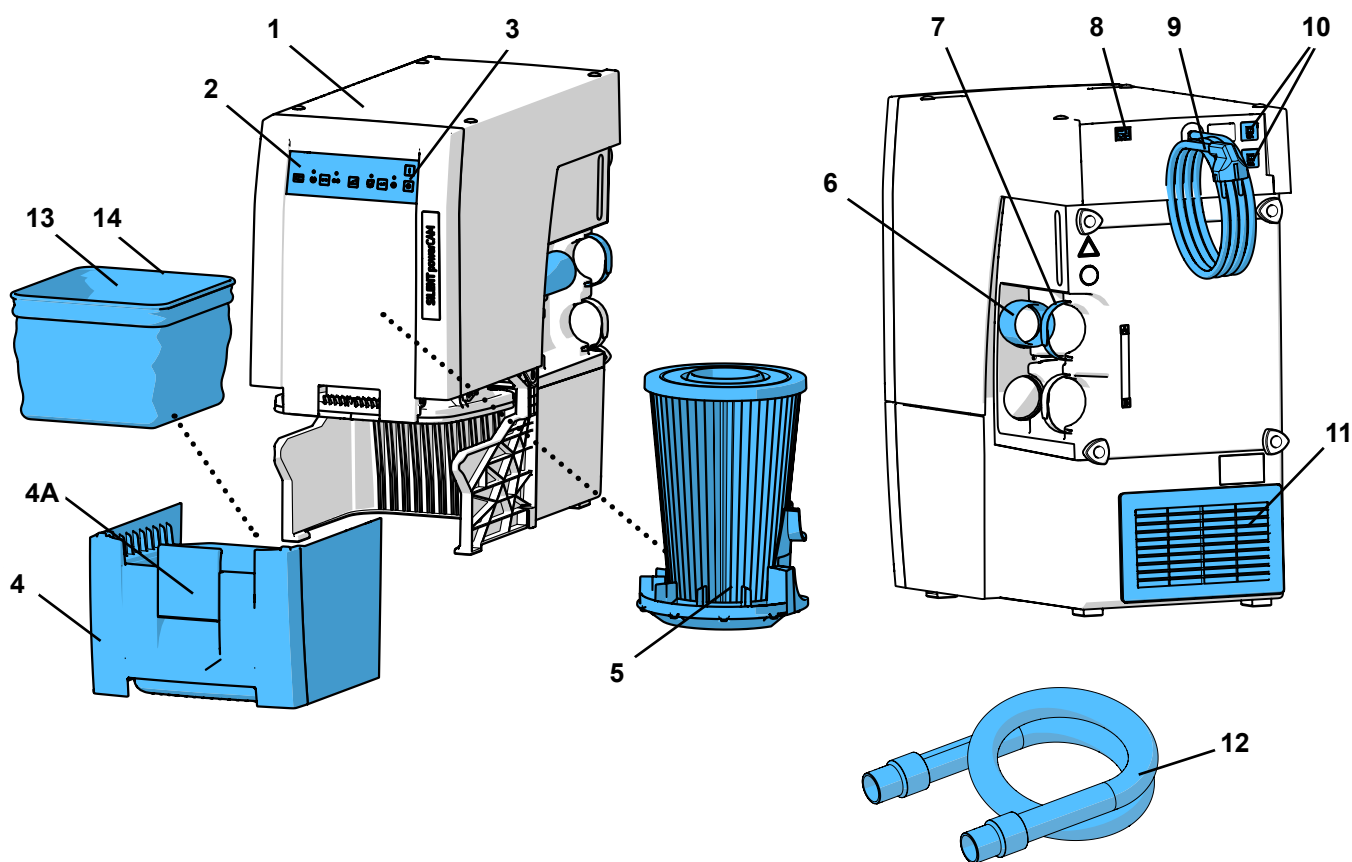

Fig. 1
- Orificiul de evacuare (11, Fig. 1) să nu fie blocat.
- Conductă externă de evacuare a aerului (A) (a se vedea capitolul 4.6).
- O deschidere în partea din spate a dulapului (B), de minimum 250 x 120 mm, în corespondență cu de ieșirea aerului de evacuare (11, Fig. 1).
- Îndepărtați partea din spate a dulapului (C). Distanța de la partea din spate a dulapului la perete min. 50 mm.
⇒ Introduceți cablul de rețea (9, Fig. 1) în priză de perete instalată în clădire.